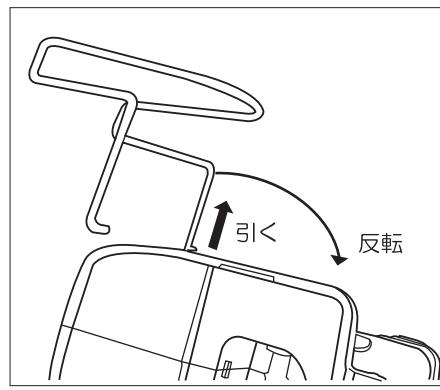

図8
- 外側に引いてから、固定金具側に90°回して抜き取ってください。(図8参照)